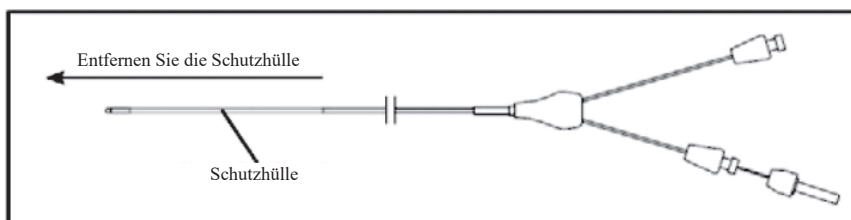

Abbildung 2
2. Wählen Sie den Dilatationsballon der entsprechenden Größe. Entfernen Sie die Schutzhülle vom Ballon. Der Dilatationsballon wird mit einem vorgespannten Führungsdraht geliefert. Der Führungsdraht kann unverändert verwendet werden, um an die Striktur zu gelangen, oder er kann vor der Verwendung aus dem Ballonkatheter entfernt und über einen vorpositionierten Führungsdraht wieder aufgeladen werden. Bevor Sie den Ballonkatheter über einen vorpositionierten Führungsdraht bewegen, spülen Sie das Führungsdrahtlumen. (Siehe Abbildung 2)